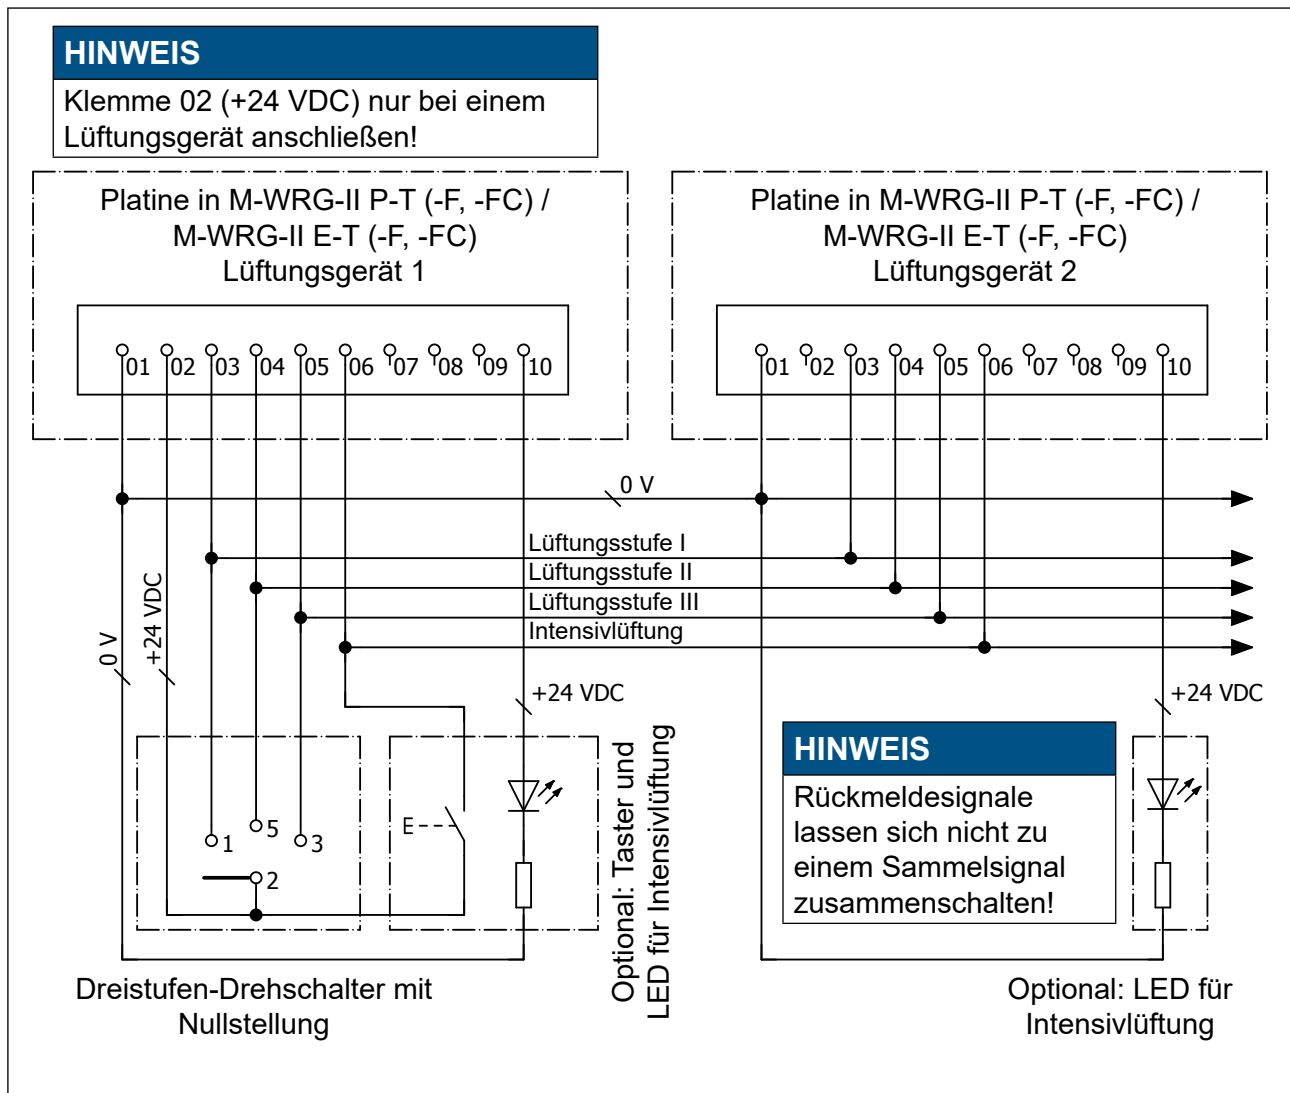

Abb. 37: Schaltplan für die Verdrahtung von M-WRG-II P-T (-F, -FC) / M-WRG-II E-T (-F, -FC)-Lüftungsgeräten mit Steuerkabel und optionalem Taster/LED
- ▶ Schließen Sie das Steuerkabel und den optionalen Taster/LED an die Platinen der Lüftungsgeräte an (siehe Anschlussbelegung in Abschnitt 16.7.1 und Schaltplan in Abb. 37 auf Seite 55).
- Die Klemmen 01 (0 V) aller Lüftungsgeräte müssen miteinander verbunden werden (siehe Abb. 37).
- Die Klemme 02 (+24 V DC) des Dreistufen-Drehschalters darf nur an die Klemme 02 eines einzigen Lüftungsgerätes angeschlossen werden (siehe Abb. 37).